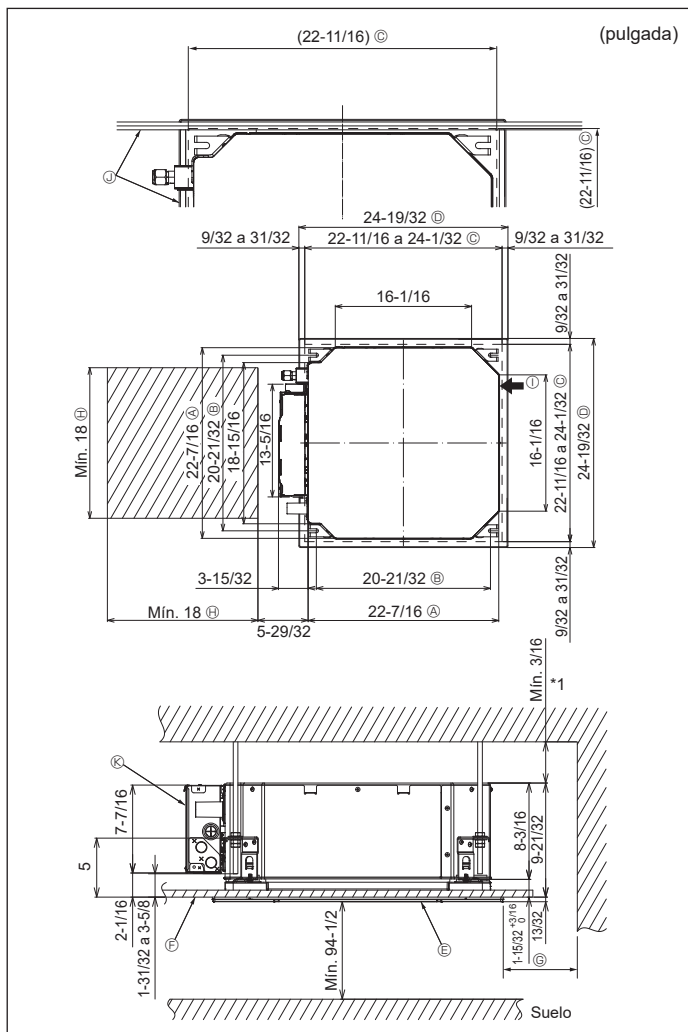

Fig. 2-2
2.2. Lugares de instalación de las aberturas en el techo y los tornillos de suspensión (Fig. 2-2)